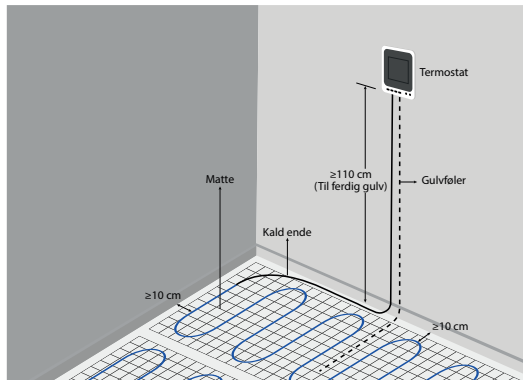

Fig.4
5.2.10 Plassere gulvføleren mellom to sløyfer på varmematten (fig.4). Gulvføleren skal føres i korrugert rør og blendes i enden slik at føleren kan byttes ut om nødvendig. Korrugert rør med gulvføler skal ikke krysse eller overlappe varmekabelen.